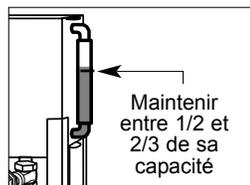

fig. 2
3. S'assurer que le niveau d'huile contenu dans l'unité hydraulique est maintenu entre 1/2 et 2/3 de sa capacité — *fig. 2*.